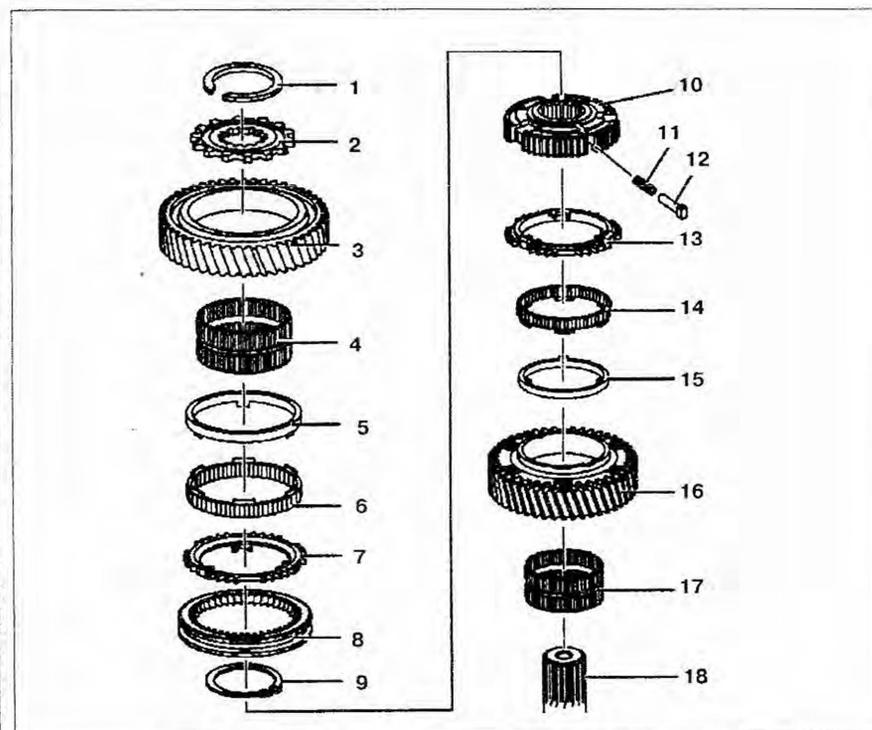

Рис. 4.74. Снятие и установка шестерни 2-й передачи:
1. Снимите стопорное кольцо 1 (рис. 4.74).